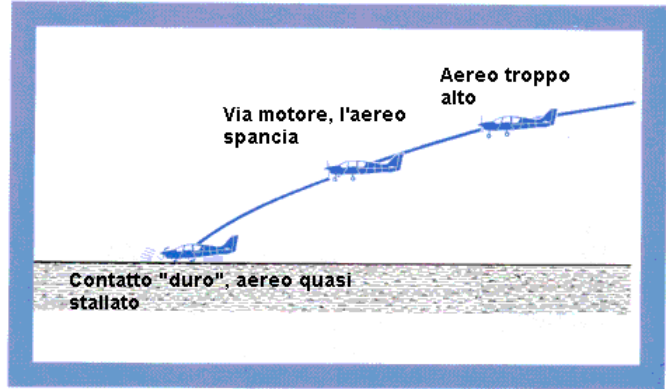

Figura 49
- Un elevato rateo di discesa a bassa velocità, che non può essere interrotto se non da una portentosa iniezione di potenza (figura 49);
Se avrete impostato l'aereo correttamente, in questo momento starà scendendo con motore ad una velocità di, diciamo, 70 Km/h. Siccome la velocità è inferiore al solito (e l'angolo di attacco è relativamente alto), la riduzione brusca della potenza farebbe cadere l'aereo pesantemente al suolo (vedi la figura 49). Pertanto è essenziale che il motore venga lasciato dentro fino a che le ruote siano vicine a terra.